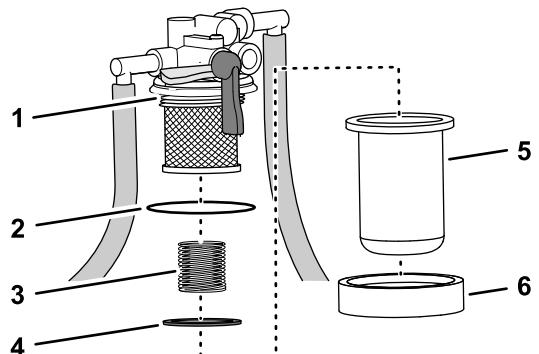

Bild 68
1. Stellen Sie eine Auffangwanne unter die Kraftstofffilterglocke, entfernen Sie die Glockenmutter und nehmen die Filterglocke aus dem Filterkopf heraus (Bild 68).
3. Prüfen Sie am Filterkopf den Zustand des O-Rings (Bild 68).
5. Setzen Sie die Feder und den Schwimmer in die Kraftstofffilterglocke ein (Bild 68).
6. Montieren Sie die Filterglocke und die Glockenmutter am Filterkopf und ziehen die Mutter mit der Hand an (Bild 68).